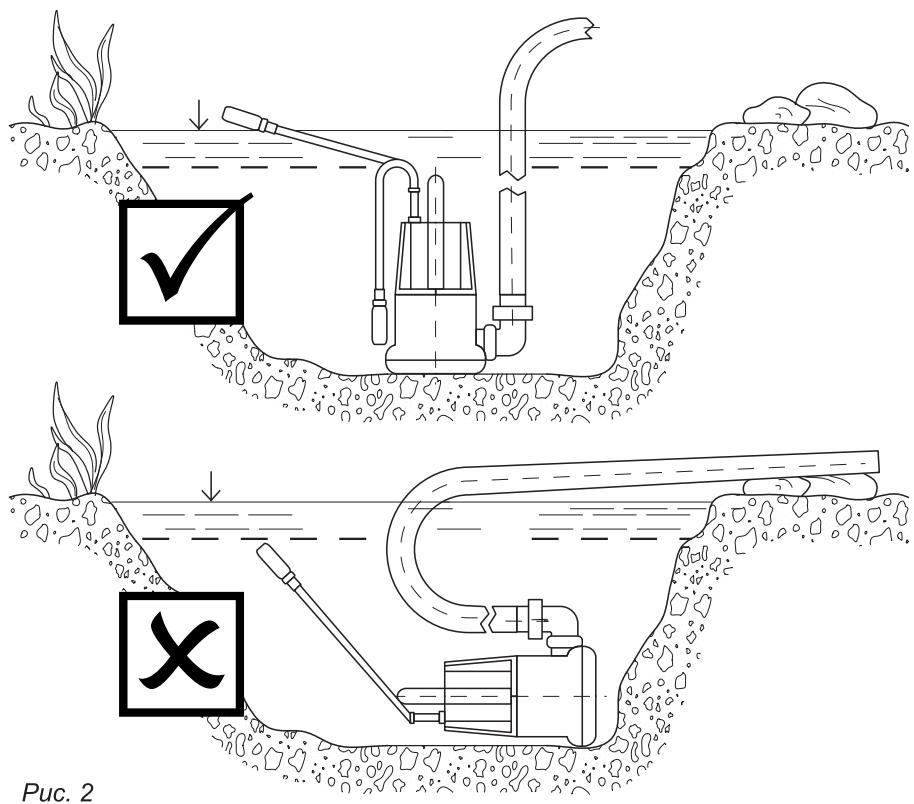

Рис. 2
**Не допускается работа насоса на боку (рис. 2).**